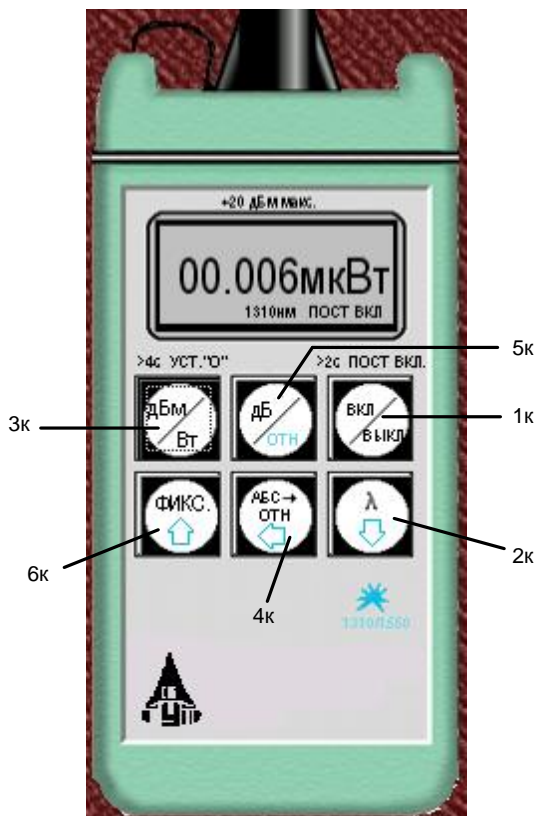

Рис. 3. Внешний вид и органы управления приемника излучения
ПИ (рис. 3) позволяет проводить следующие
где  $n$  – относительный показатель преломления призмы. Углы  $A$  и  $\delta_{\min}$  нужно измерить экспериментально на гониометре (рис. 3). Используя формулу (3), можно определить показатель преломления исследуемого материала для выбранной длины волны.